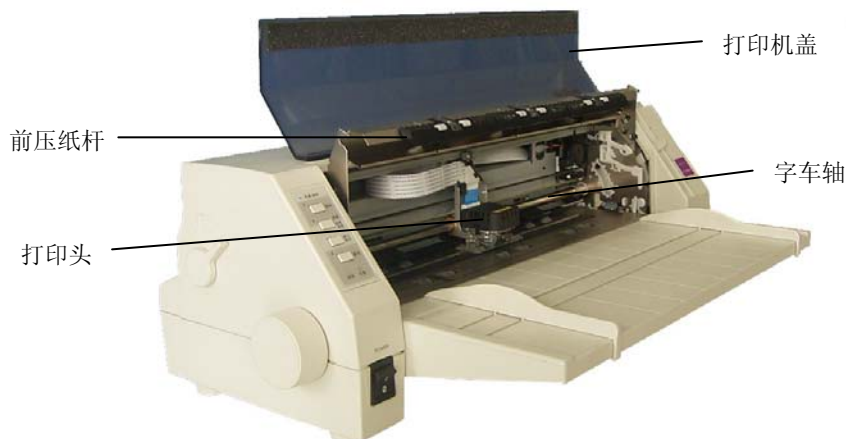

图 2-6 打开打印机盖
3. 向外拉起前导纸器压纸杆，将其置于打印机前上方（如图 2-6 所示）。